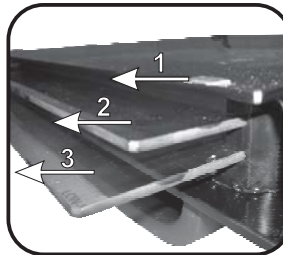

Рис. 6
- У духовках з піролітичним очищенням витягніть також друге і третє скло. (Рис. 6)